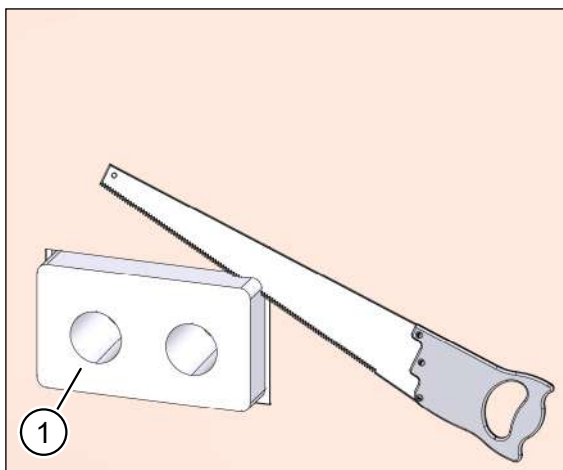
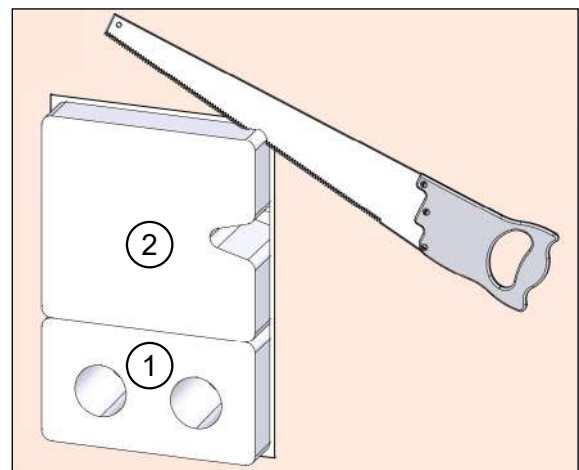

Abb. 34: Mauerkasten **ohne** Füllstück anpassen
Abb. 35: Mauerkasten **mit** Füllstück anpassen
- ▶ Kürzen Sie mit einer Styroporsäge den überstehenden Mauerkasten (Pos. 1 in Abb. 34 und Abb. 35) und ggf. das Füllstück (Pos. 2 in Abb. 35), so dass diese bündig mit der Massivwand oder der angebrachten Dämmung sind.